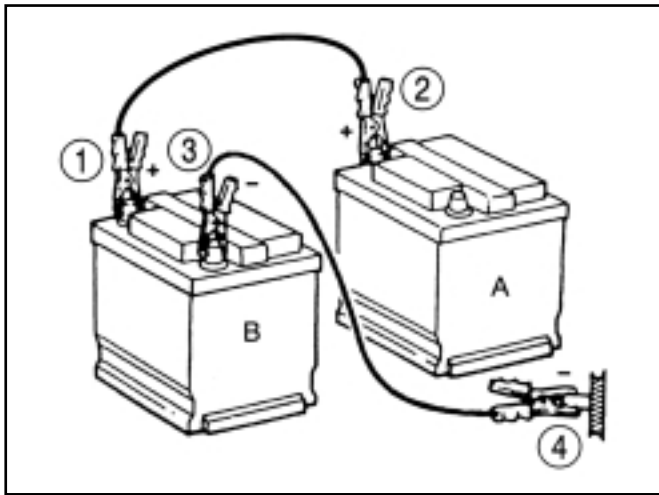

FIG. 35 / ABB. 35 / FIG. 35
Si la batterie (A) du tracteur était déchargée il y a moyen de démarrer le moteur avec une autre batterie (B) ou celle d'un autre tracteur. (Fig. 35). Suivez les conseils de la page suivante.
Falls sich die Batterie des Traktors (A) entladen hat, kann der Motor entsprechend Abb. 35 mit einer Starthilfebatterie (B) oder der Batterie eines anderen Fahrzeugs gestartet werden. Wie man dabei vorgeht, ist nachfolgend erläutert.
Wanneer de accu van de tractor leeg is (A), kunt u de tractor toch starten met behulp van een hulpaccu (B) of de accu van een ander voertuig (Fig.35). Volg de procedures zoals hieronder beschreven.
3. Connectez une extrémité du câble à la borne positive (+) de la batterie d'appoint (1) et l'autre extrémité à la borne positive (+) de la batterie du tracteur (2).